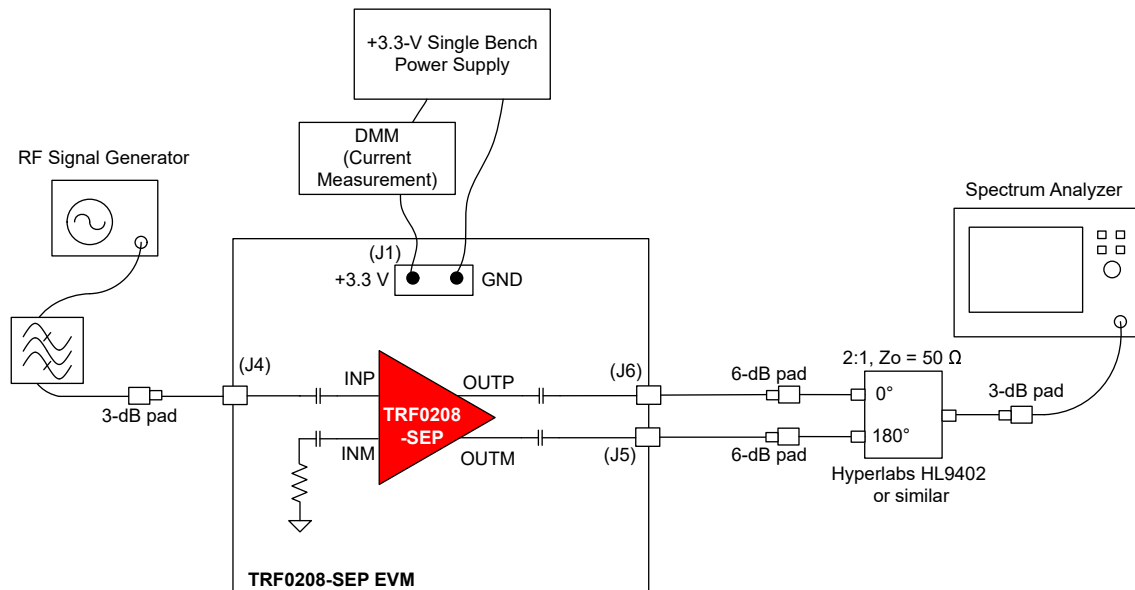

图 1-1. 增益和输出 P1dB 的单音设置
本节提供 TRF0208SEP/SP EVM 的一般使用信息。图 1-1 展示了常规单频设置图，作为以下说明的参考（为清晰起见，省略了某些元件，如电源旁路电容器）：
在测量单音失真时，请使用射频带通滤波器，如图 1-1 所示。
- e. 当连接到频谱分析仪时，需要使用外部无源平衡-非平衡变压器将 EVM 发出的差分信号转换为单端信号，如图 1-1 所示。